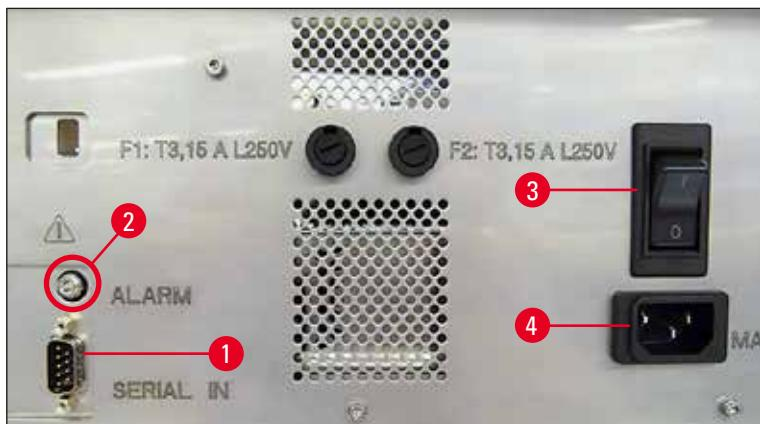

図 31
① 電気接続部は、装置の背面パネルにあります(→ "図 31")。